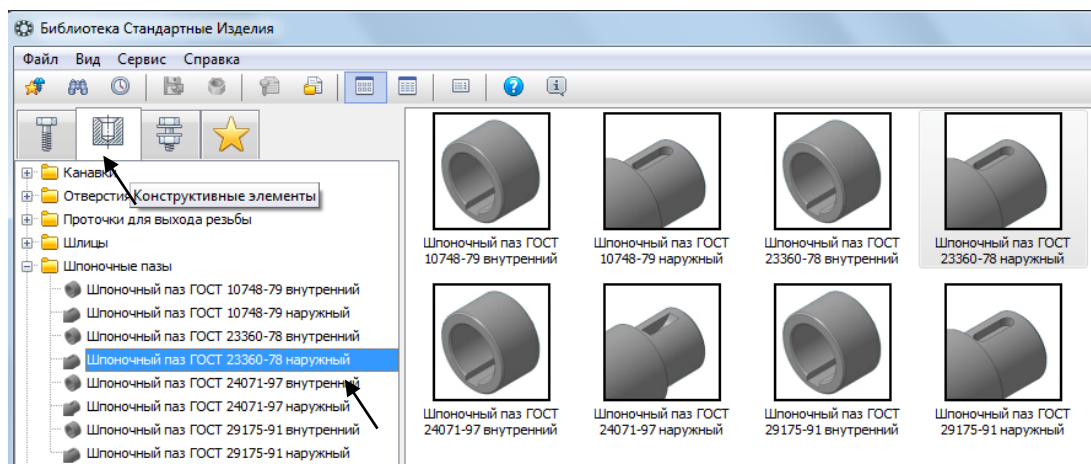

Рисунок 74.
5. Выполните шпоночный паз на валу. Поставьте **Ориентация - Вид сверху**. Воспользуйтесь библиотекой программы КОМПАС. Выберите раздел **Библиотеки - Стандартные изделия - Вставить элемент - Крепежные соединения - Конструктивные элементы - Шпоночные пазы - Шпоночный паз ГОСТ 23360-78 наружный** (рисунок 74).